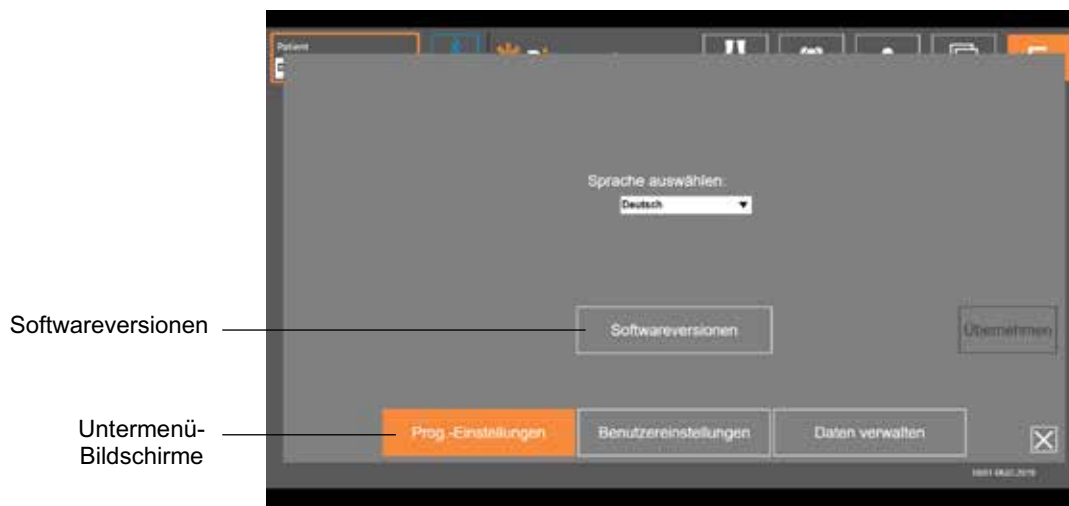
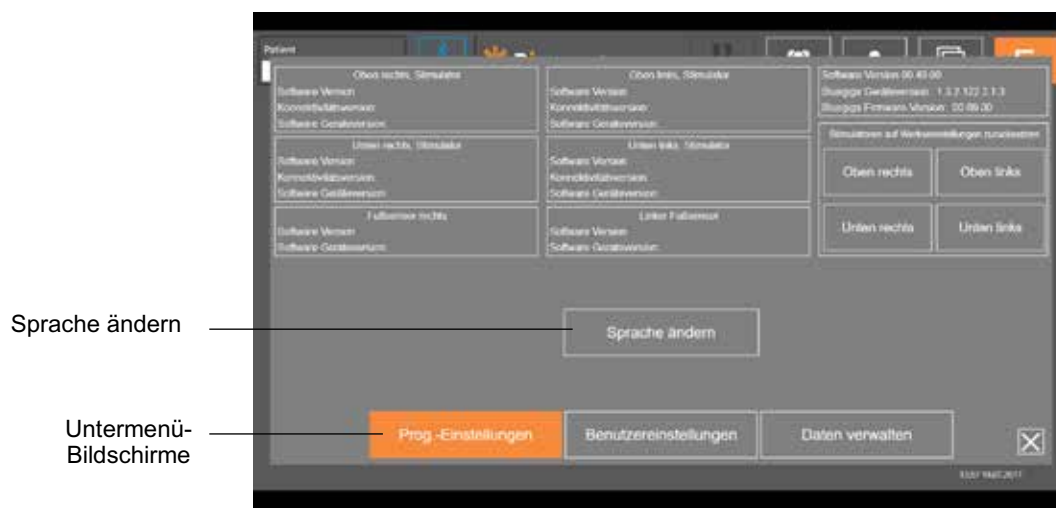

Abbildung 7-14: Anwendungseinstellungs-Bildschirm – Sprache ändern
Abbildung 7-15: Anwendungseinstellungs-Bildschirm – Softwareversionen
Im Anwendungseinstellungs-Bildschirm, der von allen Bildschirmen aus über das Symbol  unten rechts aufgerufen werden kann, können Sie Spracheinstellungen vornehmen sowie Benutzerprofile und Daten verwalten. Der Anwendungseinstellungs-Bildschirm verfügt über drei Untermenü-Bildschirme. Siehe Abbildung 7-14.
- Prog.-Einstellungen: Hier können Sie die Spracheinstellung auswählen, Softwareversionen anzeigen und die Stimulatoren auf die Werkseinstellungen zurücksetzen. Drücken Sie auf „Softwareversionen“ oder „Sprache ändern“, um zwischen den verfügbaren Bildschirmen zu wechseln. Siehe Abbildung 7-14 und Abbildung 7-15.
3. Drücken Sie auf das Anwendungseinstellungssymbol  , und wählen Sie dann „Softwareversionen“ aus, um die Optionen zum Zurücksetzen auf die Werkseinstellungen anzuzeigen. Siehe Abbildung 7-14.